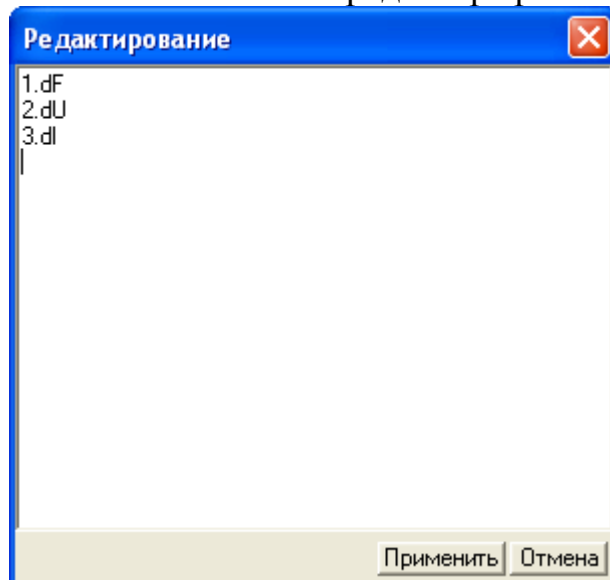

Рис.5.4.
- Окно *Легенда* формируется автоматически из имен явлений. Перед именем выводится отрезок, цвет которого соответствует цвету явления на графике. Если график сформирован из явлений нескольких файлов, после имени явления приведено в скобках имя файла. Положение окна легенды можно изменять. Для этого размещают курсор «мыши» на окне легенды и нажимают левую клавишу «мыши». Пока удерживают клавишу, окно можно переместить в любое место графика. Текст легенды можно изменить. Для этого размещают курсор «мыши» на окне и нажимают правую клавишу «мыши». Появляется окно редактора рис.5.4.